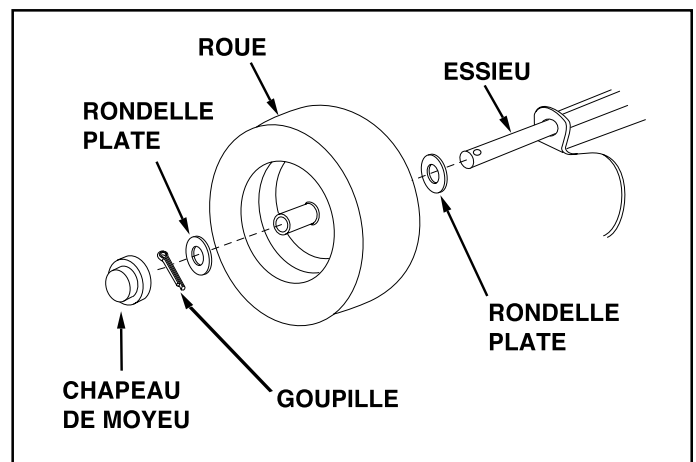

FIGURE 12
- Montez une rondelle plate, une roue avec la tige de soupape faisant face vers l'extérieur, une autre rondelle plate sur l'essieu comme montré dans la figure 12. Fixez solidement la roue sur l'essieu au moyen d'une goupille, en écartant ses extrémités. Montez le chapeau de moyeu en l'appuyant par une pression sur la rondelle plate. Répétez la manœuvre sur l'autre extrémité de l'essieu.